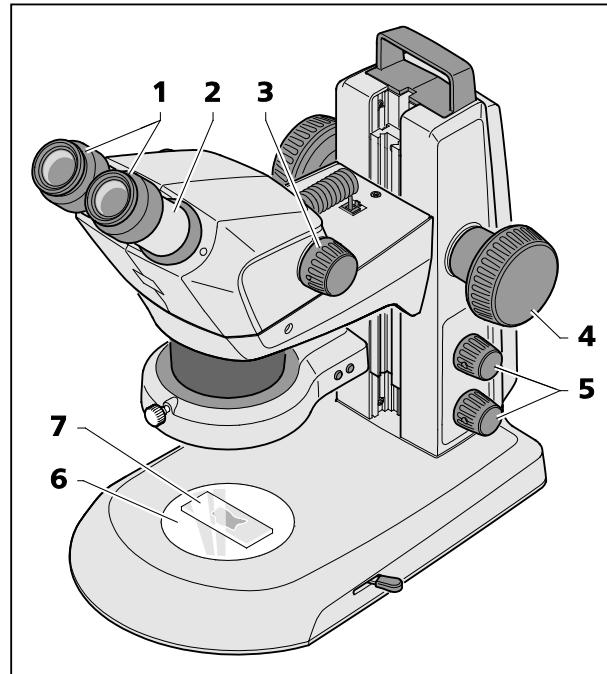

Fig. 18 Réglage du stéréomicroscope
- Posez l'objet (Fig. 18/7) au centre de l'insert de platine (Fig. 18/6) et éclairez-le (Fig. 18/5).
- Sur les oculaires réglables (Fig. 18/1), réglez l'échelle dioptrique sur "0".
- Réglez l'écart pupillaire en écartant ou rapprochant les tubes porte-oculaire (Fig. 18/2) de façon à ne voir qu'une seule image circulaire et sans vignettage (champ d'objet) à travers les oculaires.
- Réglez le grossissement (Fig. 18/3) sur la plus petite valeur pour commencer.
- Choisissez un détail marquant au centre de l'image et effectuez la mise au point avec la molette de mise au point (Fig. 18/4).
- Réglez ensuite le grossissement sur la valeur la plus élevée (Fig. 18/3). Le détail marquant sur lequel vous aviez effectuée la mise au point est vraisemblablement devenu flou à l'observation et s'est décalé.
- Corrigez la mise au point, puis ramenez le détail au centre du champ visuel en déplaçant l'objet et recorrigez la mise au point si besoin est (Fig. 18/4).
- Revenez ensuite sur le grossissement le plus faible et, si nécessaire, corrigez pour chaque œil les manques de netteté dans l'image en effectuant une compensation dioptrique **avec les oculaires réglables** (n'utilisez pas pour cela la molette de mise au point Fig. 18/4) (correction de l'amétropie de l'observateur).